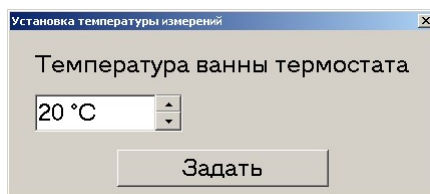

Рисунок 16. Окно «Установка температуры измерений»
7.2.7 Находясь в окне «Поверка мер ЭДС» нажмите на клавиши «Ctrl-T». Отобразится окно «Установка температуры измерений» (рис. 16). В поле «Температура ванны термостата» вводится температура масла в термостате по термометру в него установленному. Кнопкой «Задать» подтверждается ввод.